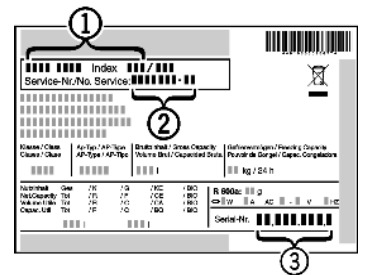

Fig. 30
- ▶ Relever la désignation de l'appareil Fig. 30 (1), le n° de service Fig. 30 (2) et le n° de série Fig. 30 (3) sur la plaquette signalétique. Cette plaquette se trouve sur la paroi intérieure gauche de l'appareil.
- ▶ Informer le S.A.V. et lui communiquer la panne, la désignation de l'appareil Fig. 30 (1), le n° de service Fig. 30 (2) et le n° de série Fig. 30 (3).